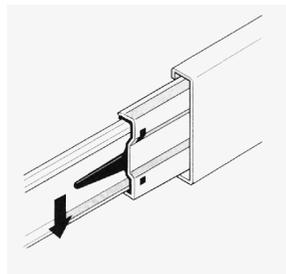
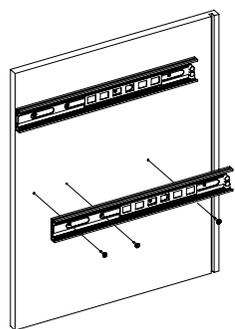

Рис.3
Рис.4
3. Отсоедините от основания телескопических направляющих внутренние планки, отогнув пластиковый рычажок фиксатора (Рис. 3). Основания телескопических направляющих закрепите на деталях 2, 3 винтами М5х8 (Рис. 4). **!!!** Приложите телескопическую часть отверстиями к отверстиям на боковине тумбы, чтобы они были отцентрованы относительно друг друга. Вкрутите винты М5х8 с помощью шуруповерта, приложив немного усилий. **Внимание:** винт М5х8 должен заходить с натягом для максимально плотной фиксации телескопических направляющих.